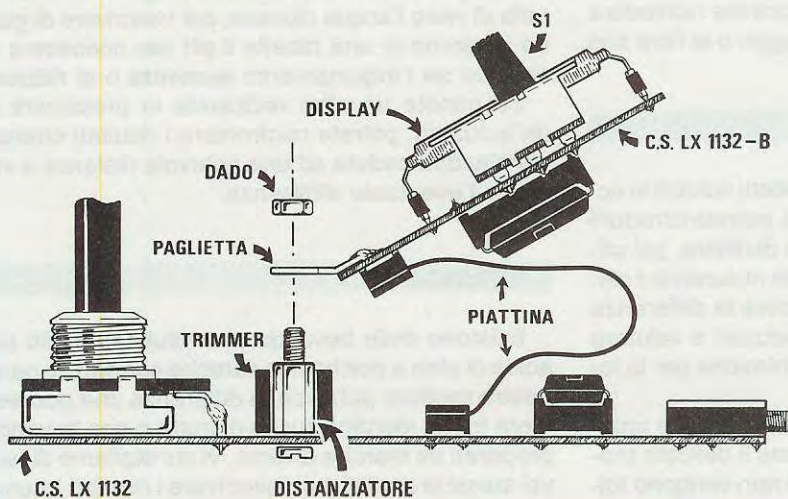

Fig.13 Il circuito stampato LX.1132/B andrà collocato sullo stampato LX.1132, fissandolo con un dado sopra ai due distanziatori metallici.
**Fig.10** Schema pratico e foto della scheda **LX.1132/B** vista dal lato dell'integrato **IC1**. Si noti il **CONN.1** nel quale andrà innestato il connettore maschio applicato sulla piattina visibile in fig.13.